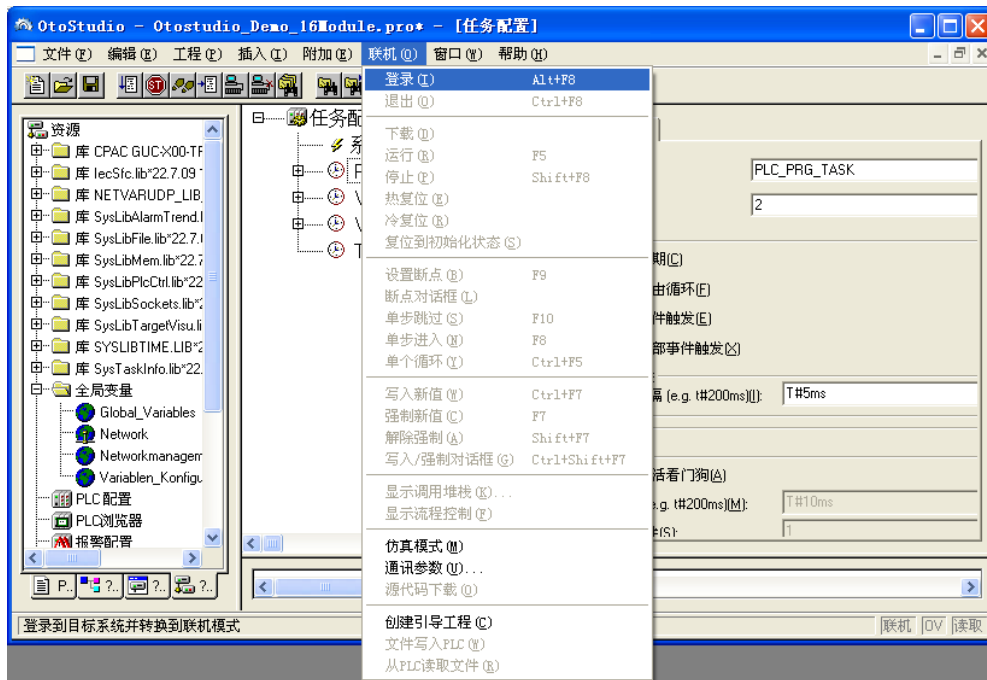

图3-23
4) 在“联机”中选择“登入”或者Alt+F8快捷键, 进行程序下载。如图3-23